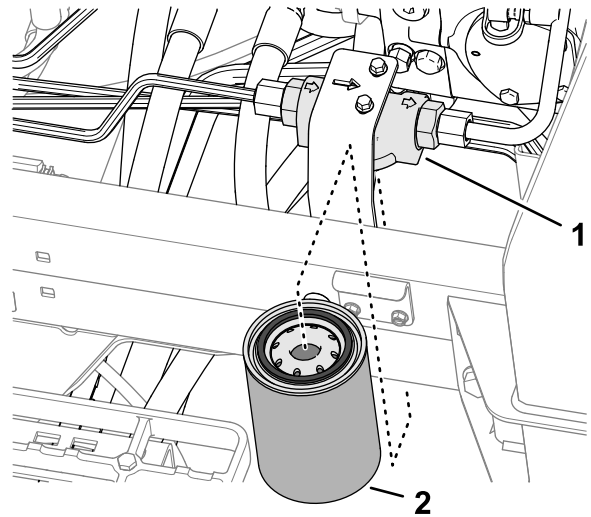

Figure 118
- Placez un bac de vidange sous le filtre de charge, sur le côté gauche de la machine (Figure 118).